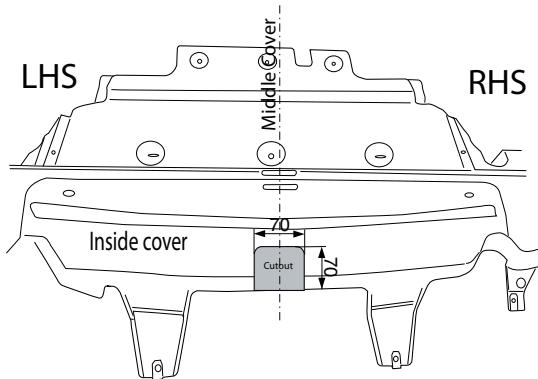

Fig. 3
- Выпилить обозначенную часть, как указано на рис. 3.